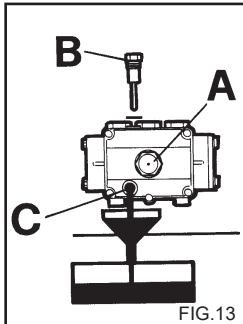

FIG.13
- 1) Skruva ur dränerings-pluggen som är placerad under pumpen (fig. 13 C).
- 2) Skruva ur locket med oljesticken (fig. 13).